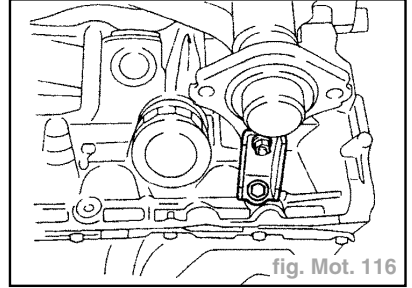

fig. Mot. 116
- Déposer le boulon, l'écrou et le support de collecteur d'échappement (fig. Mot. 116).